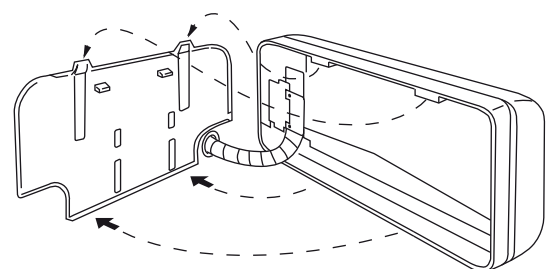
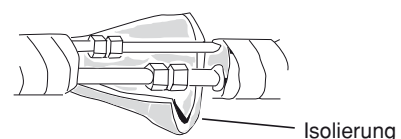

Abb. 36
Abb. 37
- (2) Schieben Sie die Kabel, das Kühlmittelrohr und den Abflussschlauch durch das Loch in der Wand. Stellen Sie sicher, daß das Innenraumgerät sicher auf der Geräterückwand sitzt. (Abb. 36)
- (3) Wenn nötig, biegen Sie das Rohr mit Vorsicht, so daß es an der Wand entlang in die Richtung des Außengerätes läuft. Messen Sie dann bis zu den Armaturen. (Sehen Sie "Vorsicht" auf Seite 12 in der Einbauanleitung für das Außengerät.) Der Abflussschlauch sollte an der Wand bis zu einem Punkt entlanglaufen, wo das Abflußwasser keine Flecken an der Wand zurücklassen kann.
- (4) Verbinden Sie das Kühlmittelrohr mit dem Außengerät. (Nachdem Sie einen Test durchgeführt haben, um zu sehen, ob die Verbindung leckt, isolieren Sie es mit der Rohrisolierung. (Abb. 37)) Sehen Sie ebenfalls Abschnitt "3-6. Leitungsanschlüsse" in der Einbauanleitung für das Außengerät.
- (5) Ordnen Sie das Kühlmittelrohr, den Abflussschlauch und die Verbindungskabel wie in Abb. 37 an.